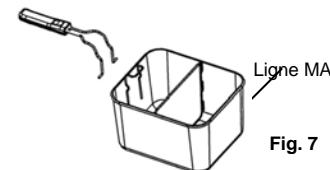

Fig. 7
- Ne remplissez pas le panier d'aliments surgelés au-delà de la ligne **MAX**. (Fig. 7)